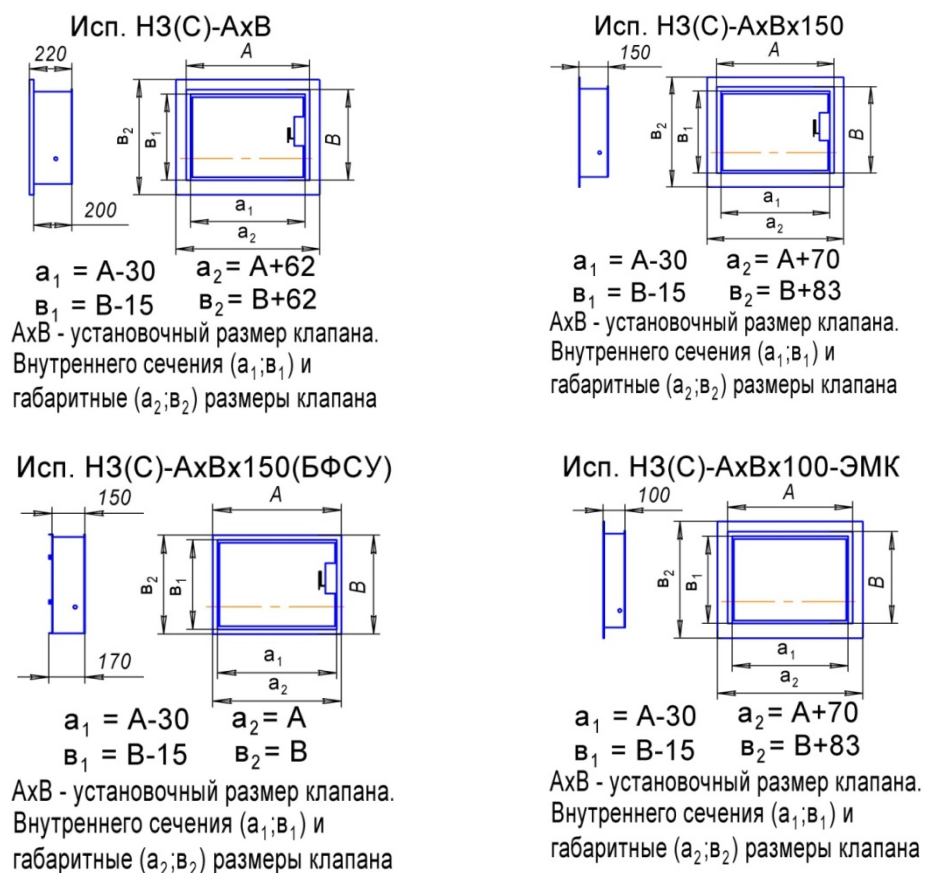

Рис.1. Установочные, габаритные и размеры внутреннего сечения клапана.
- 1.3. Габариты клапанов указаны на рис.1 (см. приложение 1)